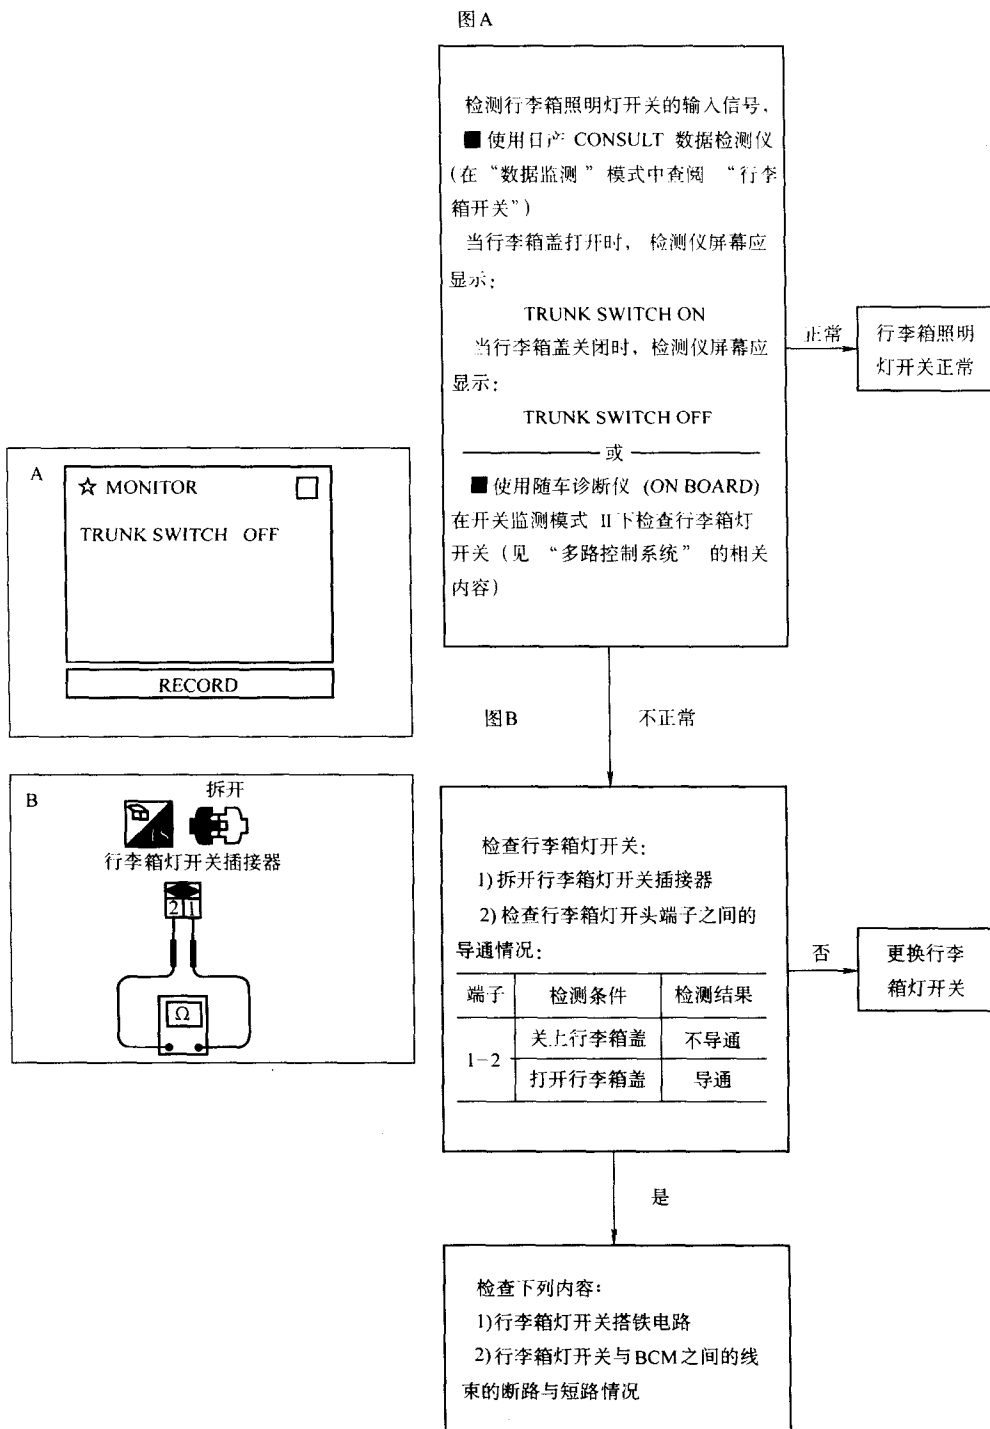

图 3-35 诊断步骤 1-3
(4) 诊断步骤 1-3 (后备箱照明灯开关的检测), 如图 3-35 所示。